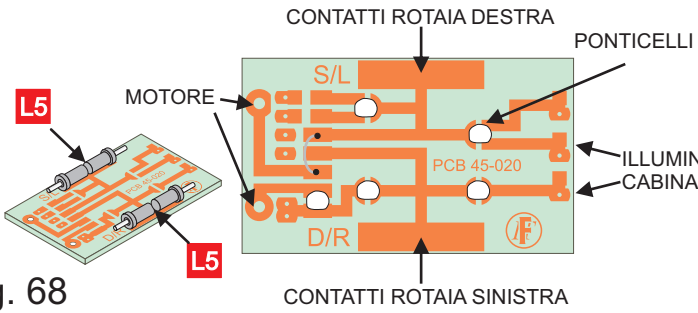

fig. 68
35) Collegamento tradizionale in corrente continua 0-12V (fig 68): Effettuare due fori con punta da 0.8 o 1 mm nelle piazzole indicate dalle frecce (Motore). Saldare poi i quattro pin [L5] per i contatti della captazione. Nei punti indicati effettuare dei ponticelli di stagno. Collegare i fili di captazione.